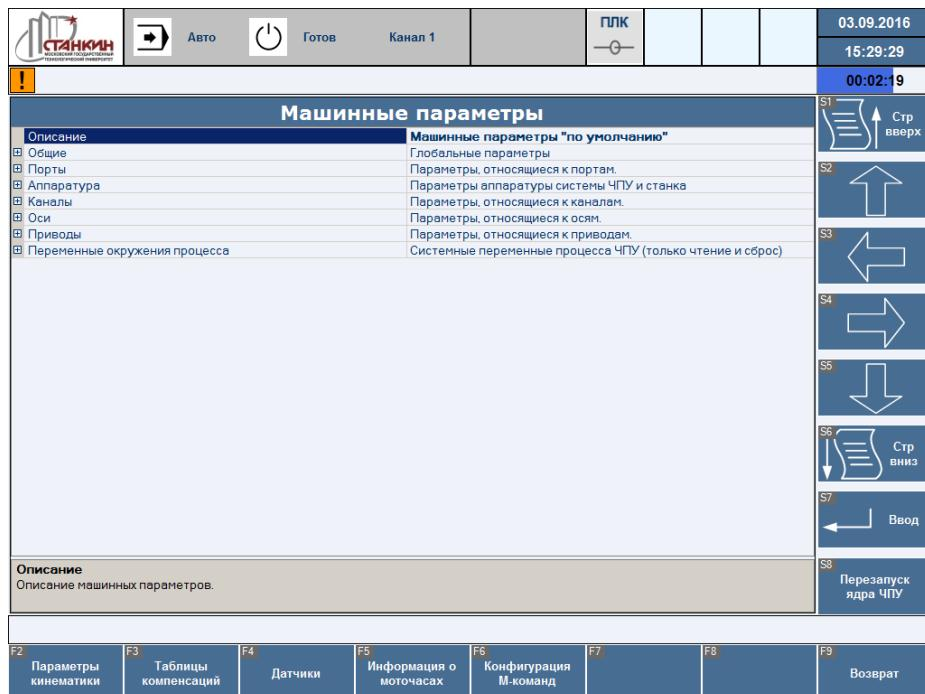

Рисунок 45 – Дополнительный (нижний) уровень экрана «Машинные параметры»
- F9 – возврат на дополнительный (нижний) уровень экрана «Машинные параметры» (Рисунок 45).
- F9 – возврат на дополнительный (нижний) уровень экрана «Машинные параметры» (Рисунок 45). После нажатия данной клавиши предлагается применить внесённые изменения.